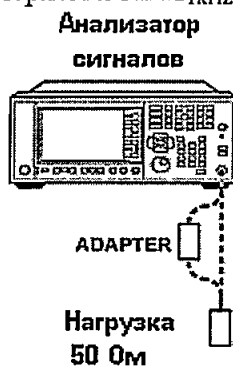

Рисунок 9
7.7.1 Определение среднего уровня собственных шумов на входе анализатора выполнять при подсоединенной согласованной нагрузке (50 Ом) на входе (рисунок 9).